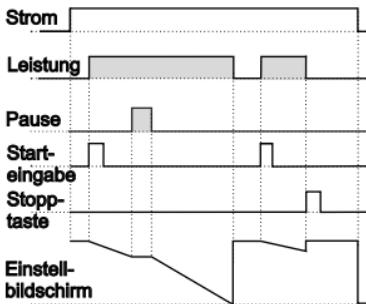

Abbildung 4.1
4.1.1 Wenn Abwärtszählen **dEct** = 1 und **butF** **b-n** ist, wird das Regelschema in Abbildung 4.1 gezeigt.